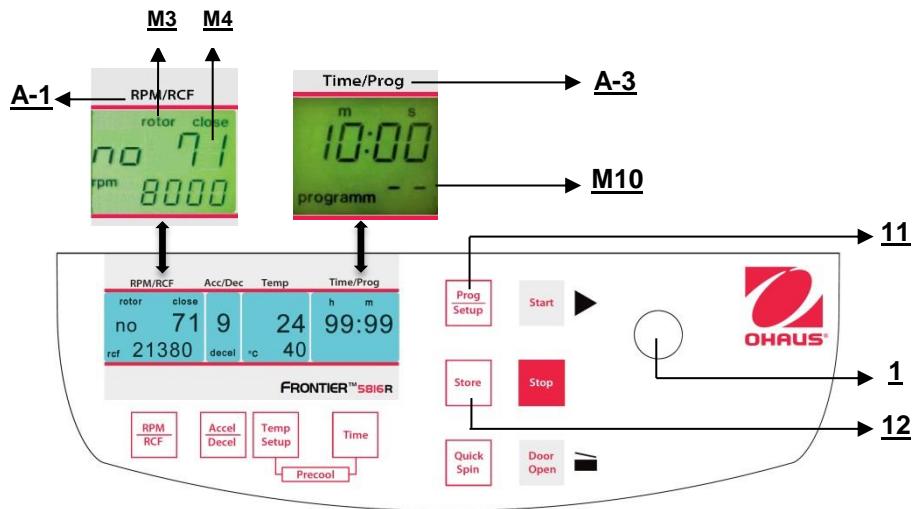

Abbildung. 25
Um gespeicherte Programme aufzurufen, drücken Sie die Taste **"Prog/Setup"** (11) (siehe Abbildung 25), während der Deckel bereits geschlossen ist. Innerhalb der Anzeige **"Time/Prog"** (A-3) erscheint **"programm --"**(M10). Die gewünschte Programmnummer kann vorab mit dem Anpassungsknopf (1) ausgewählt werden.
Um den Programmmodus zu verlassen, drücken Sie lediglich die Taste **"Prog/Setup"** (11) (siehe Abbildung 25).